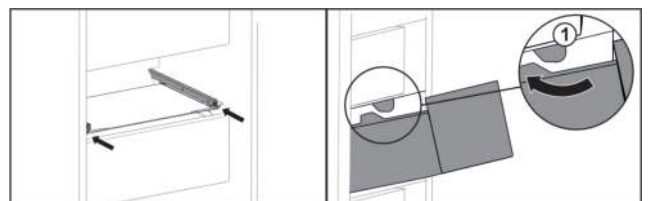

Fig. 37
- Schubfach um die Stopper Fig. 37 (1) herumführen.*